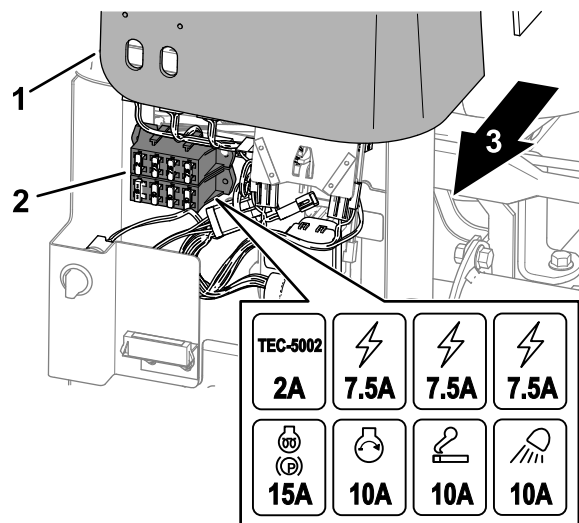

Figura 68
1. Sollevate la protezione dal braccio di comando (Figura 68).
2. Individuate il fusibile aperto nel portafusibile o nel portafusibili (Figura 68).
4. Montate la protezione sul braccio di comando (Figura 68).